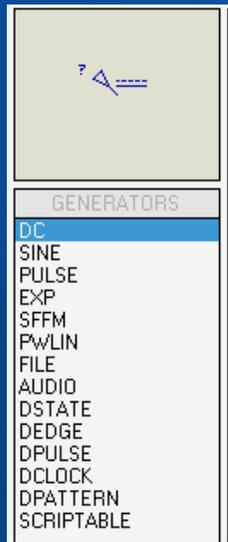

图4-39 直流信号源符号
- (1) 在图4-38所示的激励源的名称列表中，用鼠标左键单击“DC”，则在预览窗口中出现直流信号发生器的符号，如图4-39所示。
- (2) 在编辑窗口双击鼠标左键，则直流信号发生器被放置到原理图编辑窗口中。可使用镜像、翻转工具调整直流信号发生器在原理图中的位置。